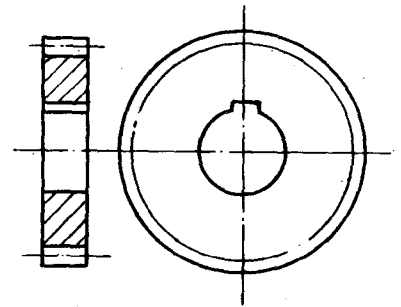

图 1-11 直齿圆柱齿轮的画法
1) 直齿圆柱齿轮的画法 齿顶圆和齿顶线用粗实线画; 分度圆和分度线用点划线画; 齿根圆用细实线画, 也可省略不画。在剖视图中, 齿根线用粗实线画, 未剖的齿根线可省略不画, 如图 1-11 所示。